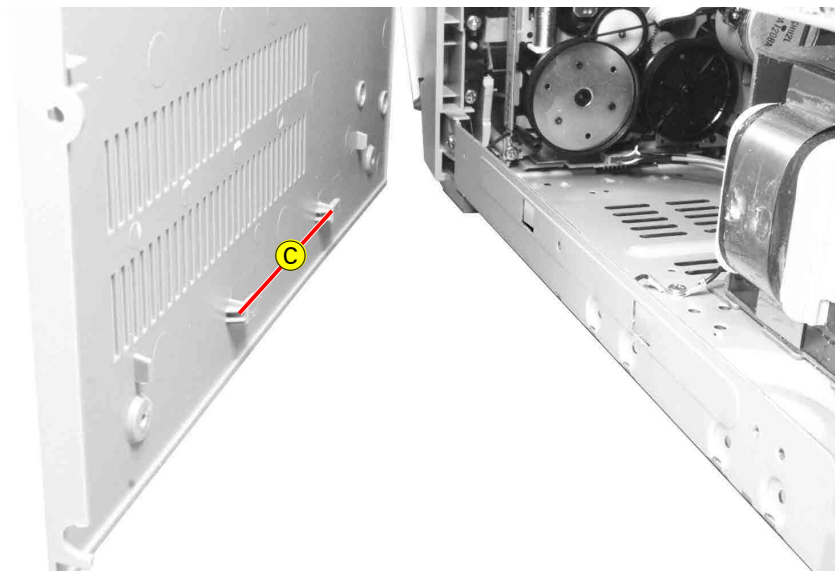

Fig. 4
Beim Einbau die Haken (C) (Fig. 4) einhängen.
When reassembling hook in the hooks (C) (Fig. 4).